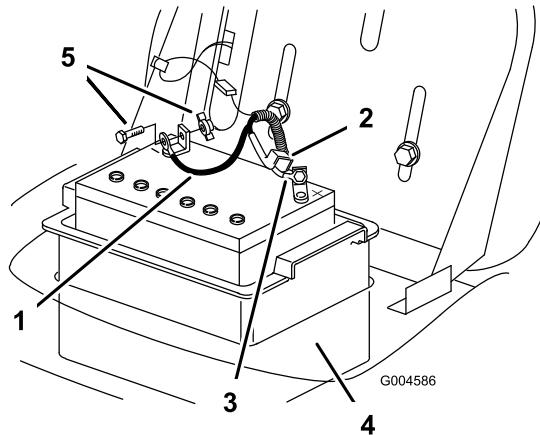

Bild 28
7. Klemmen Sie das Minuskabel (schwarz) vom Batteriepol ab (Bild 28).
9. Klemmen Sie das Pluskabel (Rot) vom Batteriepol ab (Bild 28).
10. Nehmen Sie den Batteriekasten und die Batterie aus dem Rahmen heraus (Bild 28).
1. Setzen Sie den Batteriekasten und die Batterie in den Rahmen ein (Bild 28).
2. Schließen Sie das Pluskabel (rot) mit der Schraube und der Flügelmutter am (+) Pluspol an (Bild 28).
4. Schließen Sie das (schwarze) Minuskabel mit der Schraube und Mutter am (-) Minuspol an (Bild 28).